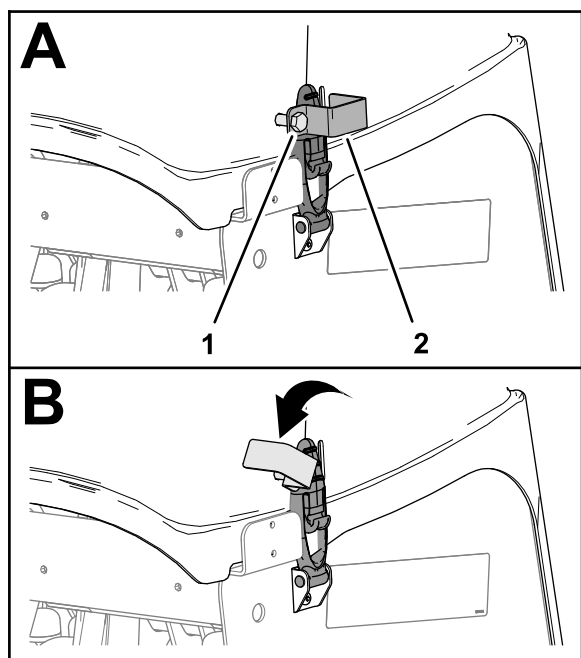

Figura 149
1. Se la macchina presenta dispositivi di chiusura CE, allentate il bullone della piastra di bloccaggio fino a quando la piastra di bloccaggio non libera la fessura sul lato della copertura della testa di carotaggio (**Figura 149**).
2. Ruotate la piastra di bloccaggio per liberare la fessura (**Figura 149**).